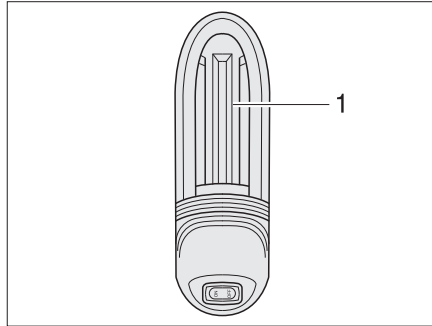

Fig. 281 Lampe de garage
- Pousser le cache de luminaire (Fig. 281,1) vers le haut et l'enlever.